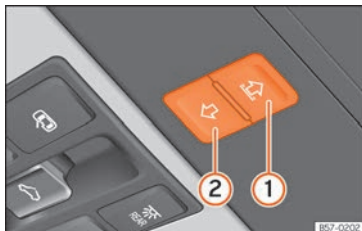

Abb. 91 Im Dachhimmel: Tasten des Sonnenschutzrollos.
Die Tasten »» **Abb. 91** **1** und **2** haben zwei Stufen. In der ersten Stufe kann das Sonnenrollo ganz oder teilweise geöffnet oder geschlossen werden.
- *Sonnenschutzrollo*: Innerhalb von etwa 5 Sekunden nach dem Auslösen der Kraftbegrenzung die Taste »» **Abb. 91** **Ⓢ** so lange drücken, bis das Sonnenschutzrollo vollständig geschlossen ist.